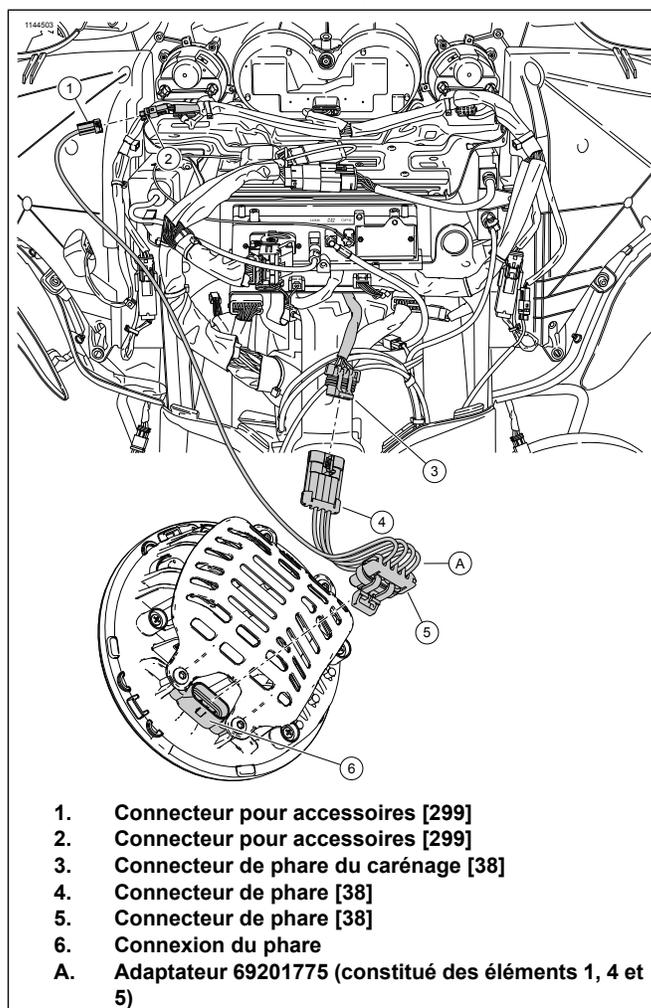

Figure 4. Connecteurs pour accessoires - Touring
Voir la figure 4. Le faisceau 69201775 fournit une connexion en option au connecteur pour accessoires du véhicule (2) qui permet de forcer la désactivation du feu de position en mode accessoire. Le fait de ne pas connecter le faisceau 69201775 au connecteur pour accessoires du véhicule permet de forcer la désactivation du feu en mode accessoire. Les connecteurs à 4 fiches (4 et 5) du faisceau 69201775 doivent être utilisés lorsque le faisceau 69201775 est requis. Fonctions du phare par rapport au code et au feu de route, quel que soit le type de connexion pour accessoires du véhicule.
**Modèles Touring de 2014 et plus récents** : voir Figure 4. Si d'autres accessoires sont connectés au connecteur pour accessoires du véhicule (2), l'adaptateur 69200921 peut être nécessaire pour effectuer les étapes de pose en option.
1. Voir la figure 4. si le carénage extérieur a été déposé, effectuer l'étape 1a et 1b. Sinon, passer directement à l'étape 2. Localiser le connecteur pour accessoires du véhicule (2).
- a. Brancher le connecteur pour accessoires à 2 fiches (1) du faisceau 69201775 sur le connecteur pour accessoires du véhicule (2).
2. Si l'étape facultative de dépose n'a pas été effectuée, couper du chatterton et fixer le fil du connecteur pour accessoires (1) du faisceau 69201775.
4. Brancher les connecteurs de phare (4 et 5) sur le faisceau 69201775 entre le connecteur de phare du carénage (3) et la connexion du phare (6).